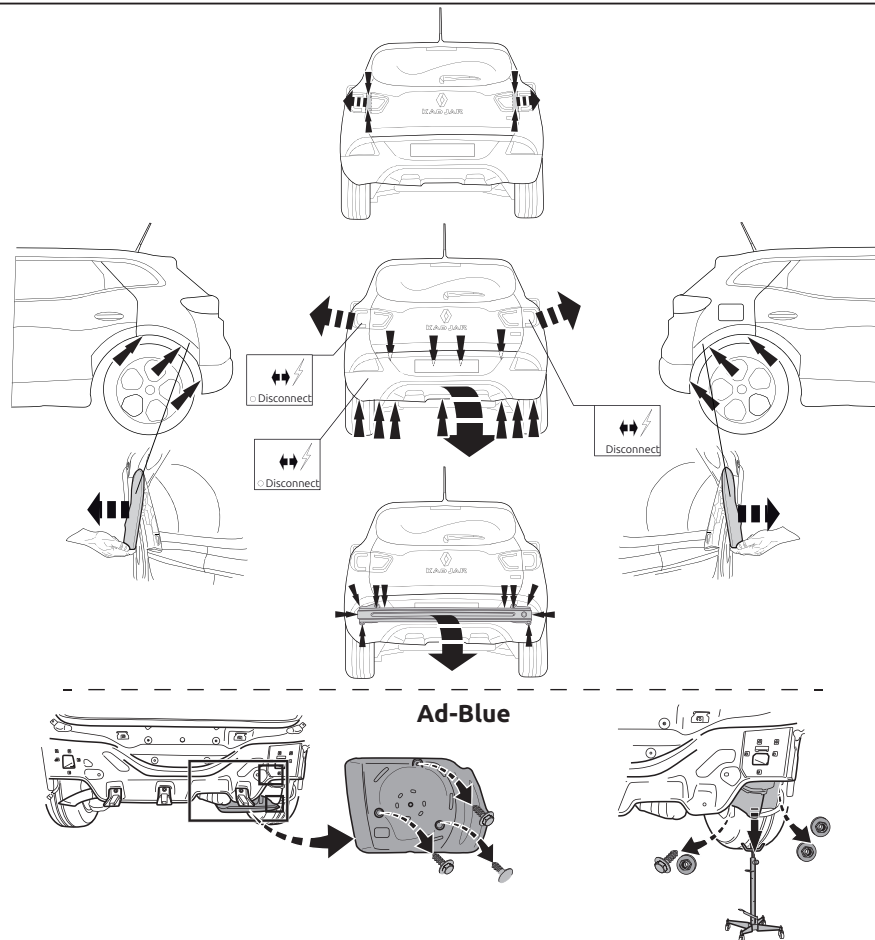

Fig. 1
1. Снять оба блока задних фар. Снять бампер вместе со стальным буферным брусом автомобиля. **Если имеется:** Опустить AD-Blue bake. См. рисунок 1.